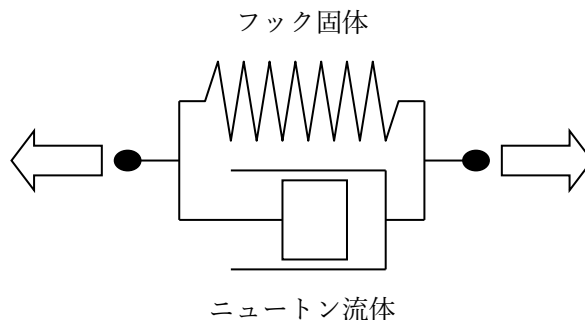

図2
- (2) 伐採したばかりの木材は多量の水分を含んでいるが、その木材を乾燥させていくと強度はどのように変化するか、横軸に含水率をとり縦軸に強度をとって、その概略を図示するとともに、変化の特徴および変化する理由を説明せよ。
- (3) 木材のクリープ変形は、図2に示すようなフック固体とニュートン流体が並列に接続したフォークトモデルによって表現することができる。ただし、フック固体の静弾性係数を E 、ニュートン流体の粘度を η とする。いま、時刻 $t=0$ においてこのモデルに応力 σ_0 を作用させた後、その応力を維持し続けたとき、次の問いに答えよ。